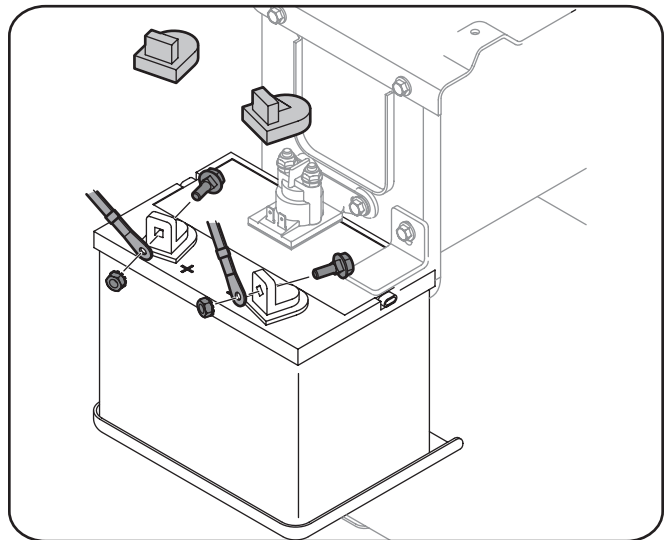

Figura 3-12
2. Retire la tapa de plástico, si está presente, desde el terminal positivo de la batería y conecte el cable rojo al terminal positivo (+) de la batería con uno de los pernos y las tuercas hexagonales, retiradas, utilizando una llave de 7/16 de pulgada y el zócalo. Vea la figura 3-12.
3. Retire la tapa de plástico, si está presente, desde el terminal negativo de la batería y conecte el cable negro al terminal negativo de la batería (-) con el restante perno y la tuerca hexagonal. Vea la figura 3-12.